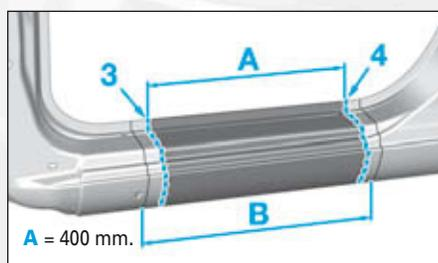

FIG.118
- en (3) et (4) dans la zone de coupe (B), puis découper (Fig.118),